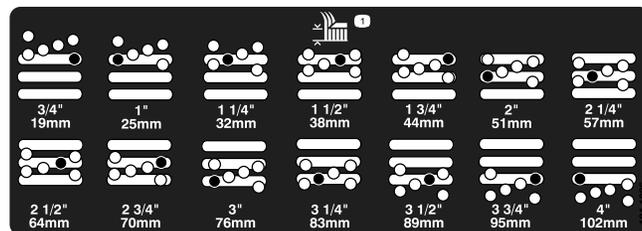

Figura 8
5. Mova a câmara para a altura de corte desejada e instale a cunha no orifício e ranhura da altura de corte designada (Figura 8).